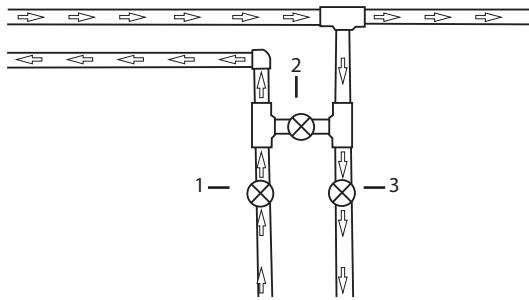
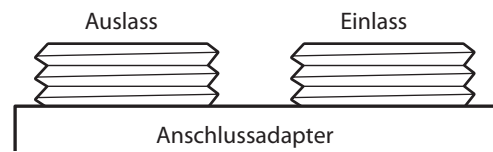

Abbildung 3
Abbildung 4
HINWEIS: Die Verwendung kann unabhängig oder mit einem manuellen Bypass erfolgen (Abbildung 3).
6. Es wird dringend empfohlen, das Bypass-Ventilzubehör zu installieren oder einen Dreiventil-Bypass mit manuellen Absperrventilen, wie in Abb.3 illustriert, zu verlegen. Stellen Sie sicher, dass die Leitung für das unbehandelte Wasser an das Steuerventil rechts und die Leitung für das enthärtete Wasser links angeschlossen wird (Abbildung 4).
7. Schließen Sie die Einlass- und Auslassleitung an. Bei dem Gewinde für die Ventilrückplatte handelt es sich um 3/4" Whitworth-Gewinde. Stellen Sie sicher, dass der Wasserzulauf an der rechten Seite angeschlossen ist. (Abb. 4).